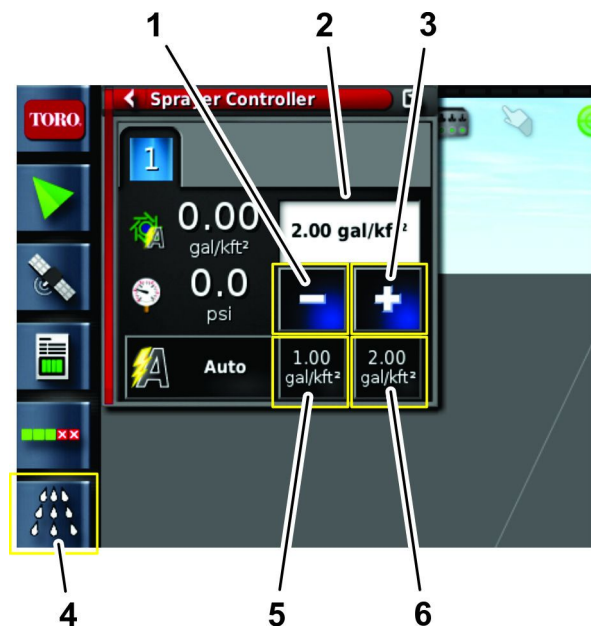

Figure 180
- Entrez le débit d'application voulu à l'aide des préréglages, des icônes + ou –, ou en sélectionnant l'icône de débit d'application actuel (Figure 180).